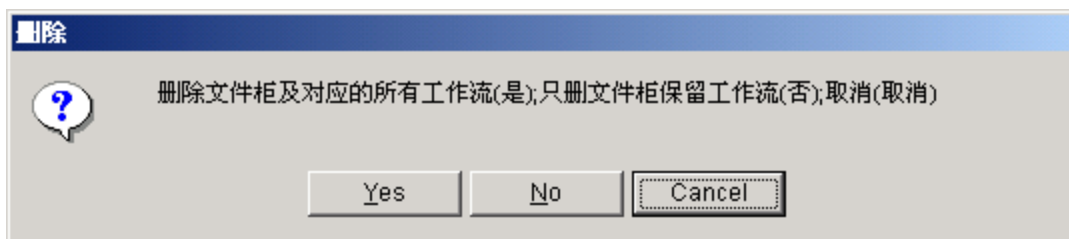

图 45
**删除：**删除目录时，将同时删除此目录下层的目录和文件柜。在设计模式下，先点击需要删除的目录，再通过点击菜单项“工作流/删除”、同时按 Ctrl 键和 Delete 键、在需删除的目录上点右键，在弹出的菜单（见图 42）中点击“删除”四种方式来删除目录。删除时，系统会询问是否确定删除（见图 45），选择“是”将删除文件柜及对应的所有工作流，选择“否”将只删除文件柜保留工作流，选择“取消”不删除任何目录及文件柜